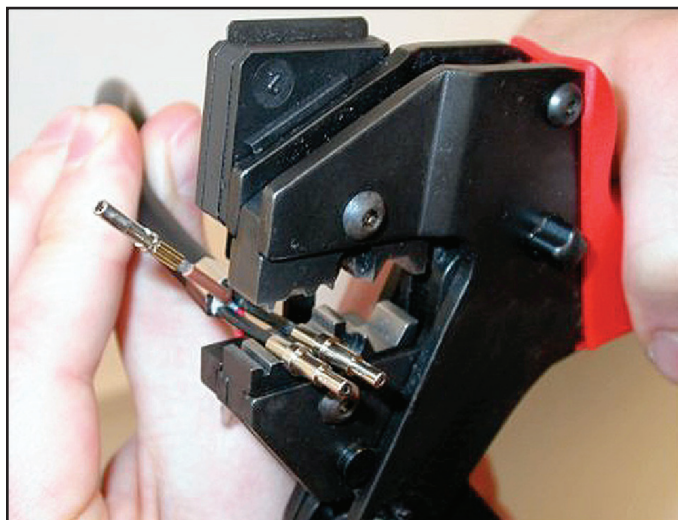

рисунок 45.24: Обжимка манжет (2)
- 24 Поместите оба металлических наконечника в обжимные клещи (инструмент 3, см. рисунок 45.24).